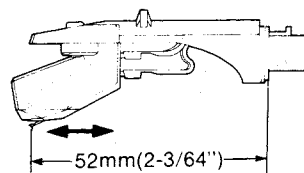

Fig. 12 (Abb. 12)
• Overhang adjustment (Fig. 12)
● Justierung des Überhangs (Abb. 12)
● Réglage du porte-à faux (Fig. 12)